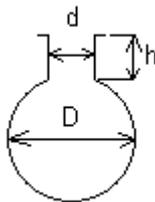

Рис.1. Резонатор Гельмгольца
8. Определить собственную частоту резонатора Гельмгольца. Резонатор сферический имеет следующие размеры (см. рис.1)